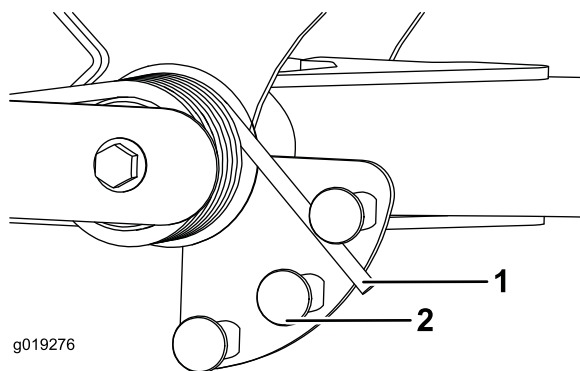

Figura 67
2. Inserite un tubo o un oggetto simile sull'estremità della molla lunga e giratelo attorno all'attuatore della molla nella posizione desiderata (Figura 67).